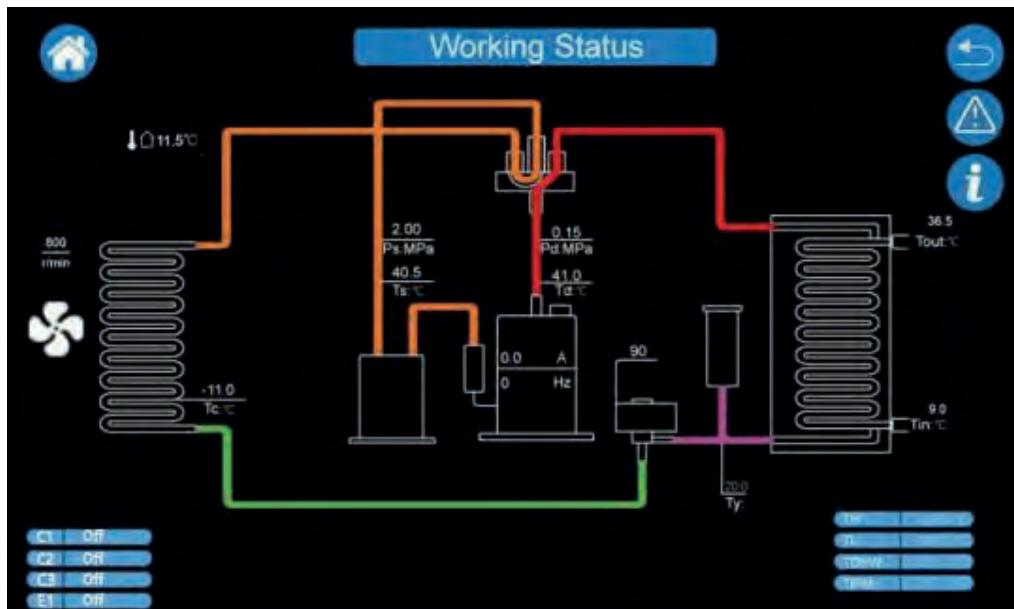

Figura 1
5.3.2-6-2 Premere l'icona  per accedere al diagramma dello stato di funzionamento del sistema. Sono disponibili due diagrammi dello stato di funzionamento del sistema da visualizzare. Quando la modalità del sistema seleziona la modalità di riscaldamento o la modalità ACS, i diagrammi dello stato di funzionamento del sistema sono mostrati nella Figura 1.
Significato dei parametri in Figura 1: